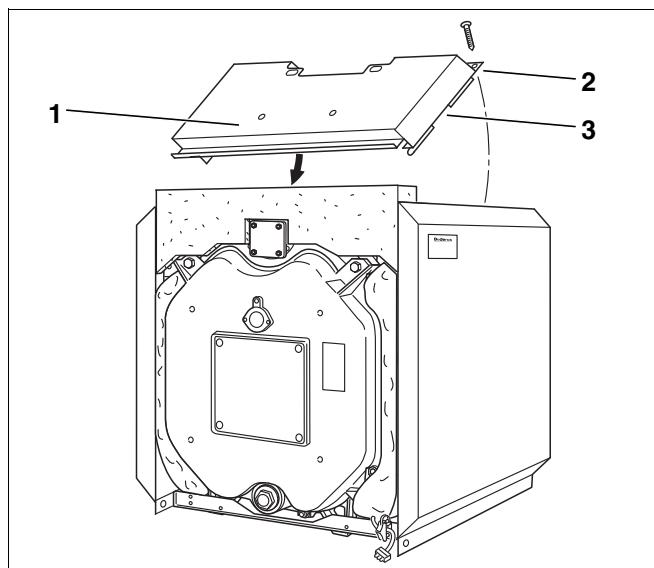

Рис. 36 Установка передней крышки
- Установить крышку (рис. 36, поз. 1) спереди между боковыми стенками таким образом, чтобы вырез (рис. 36, поз. 3) был над траверсой.
- Закрепить крышку на задней стороне саморезами (рис. 36, поз. 2) к боковым стенкам.